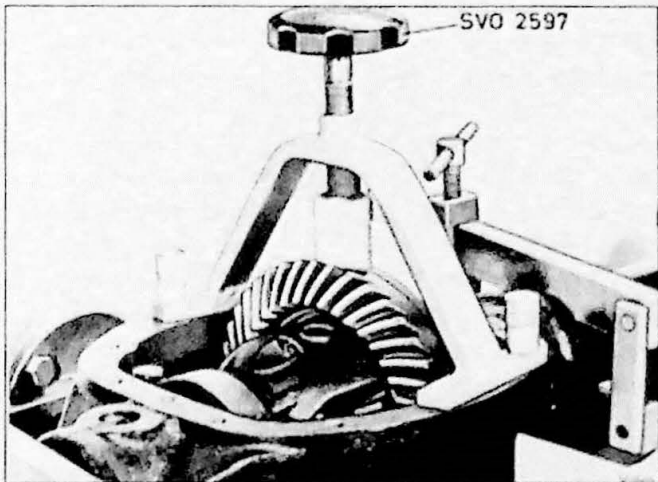

Fig. 9.37. Remwerktuig voor het differentieel
2. Plaats het remwerk tuig SVO 2597 (Fig. 9.37). Strijk markeringsverf op enkele tanden op drie verschillende plaatsen op het kroonwiel. Hierdoor kan men het kroonwiel controleren op eventuele scheefheid. Draai de pignon 10-12 omwentelingen naar iedere kant en controleer het drukbeeld. Bij het juiste tandcontact ligt het drukbeeld op het midden van de tanden in de hoogte maar iets meer bij het kleine dan bij het grote einde van de tanden. Het drukbeeld aan de achterzijde en de